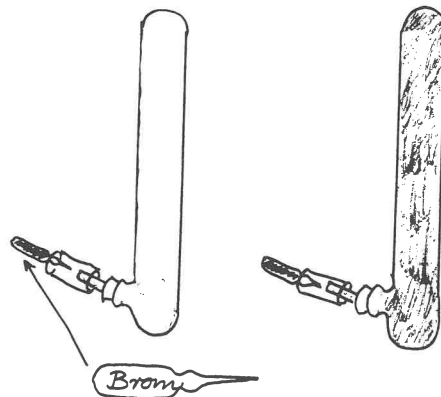

Fig. 13
a) Vi slipper en portion brom ind i et luftfyldt rør (fig. 13). Det sker ved at stikke en lille tilsmltet beholder med brom ind i tilførselsslangen og brække spidsen af den.